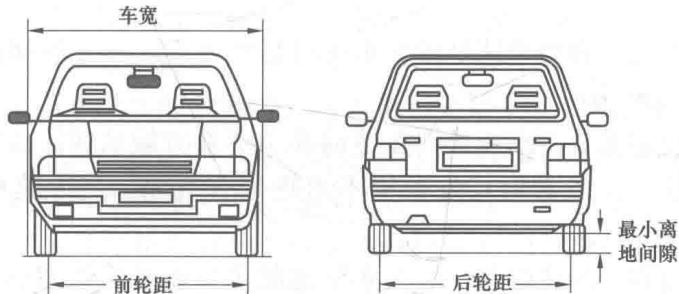

图 1-4 基本参数二
(4) 车宽。车宽是指平行于汽车纵向平面，并分别抵靠在汽车两侧面固定突出部位（除后视镜、侧面标志灯、折叠式踏板及轮胎与地面接触变形部分）的两平面之间的距离，如图 1-4 所示。
(5) 轮距。轮距为车轮中心平面之间的距离，如图 1-4 所示。
(6) 最小离地间隙。最小离地间隙是指汽车支承平面与汽车上的中间区域内最低点之间距离，如图 1-4 所示。